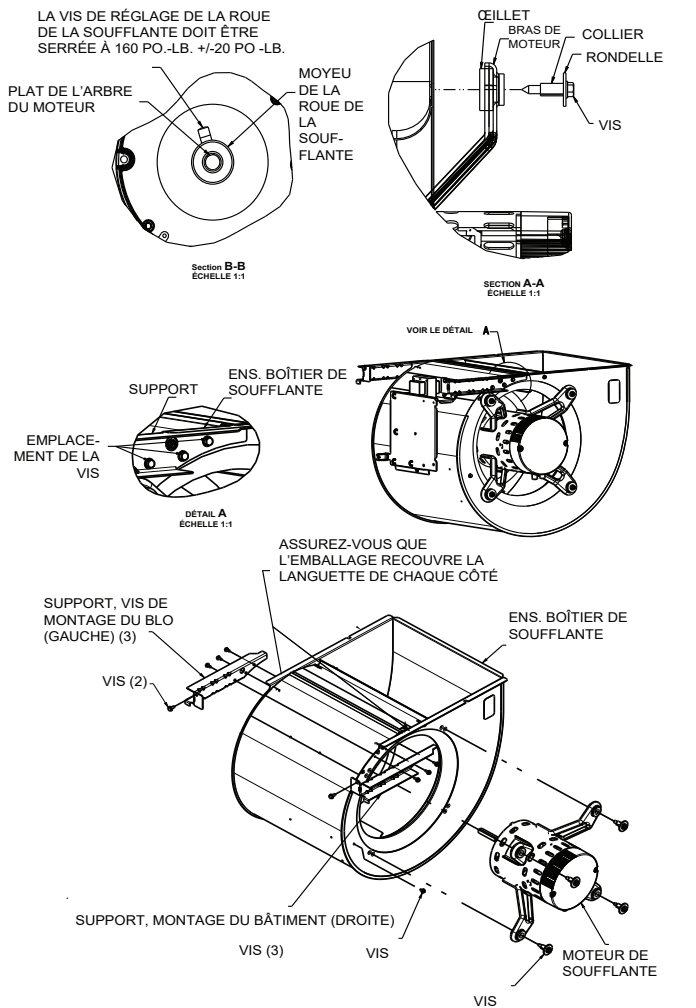

Fig. 66 – Ensemble de soufflante en marche
**REMARQUE:** Sur le modèle 100E21--22, la vis supérieure fixant la soufflante à l'étagère doit être retirée pour pouvoir la retirer. (Consultez la Fig. 66)
**REMARQUE:** Sur le modèle 100E21-22, assurez-vous que l'enveloppe de la soufflante repose sur les deux languettes des parois latérales de la soufflante. (Consultez la Fig. 66)